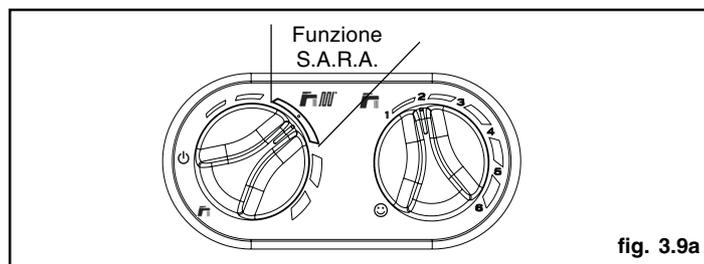

fig. 3.9a
Funzione Sistema Automatico Regolazione Ambiente (S.A.R.A.) fig. 3.9a
- Lampeggiante veloce (frequenza 0,1 sec. acceso 0,1 sec. spento durata 0,5) ingresso/uscita funzione S.A.R.A. (Sistema Automatico Regolazione Ambiente) - Fig. 3.9a.